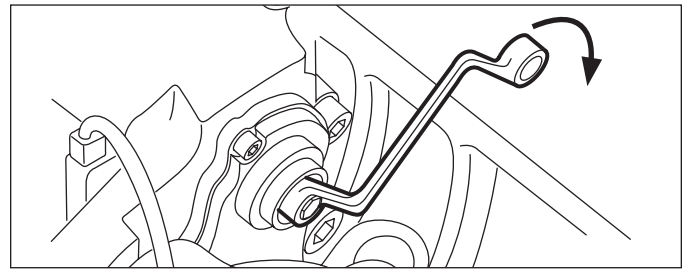

Figure 21 – Serrage modéré des freins : La clé tourne dans le sens horaire, diminuant le jeu fonctionnel
4.2.3 Si l'organe de réglage peut être reculé normalement à la main, placer la clé à œil sur l'adaptateur de manière à ce qu'elle tourne librement dans le sens horaire, sans toucher des parties du véhicule (cf. Figure 21). Serrer les freins modérément cinq à dix fois (à environ 30 psi [200 kPa]); s'assurer que la clé ou la douille tourne dans le sens horaire par petits incréments de serrage.